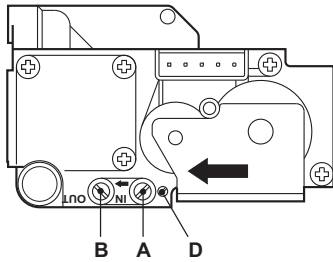

fig. 10 - Vanne à gaz
- Relier un manomètre à la prise de pression "B" fig. 10 montée en aval de la vanne de gaz
- Régler la pression minimale au moyen de la vis "D" fig. 10 (tourner dans le sens des aiguilles d'une montre pour la diminuer et dans le sens inverse pour l'augmenter).